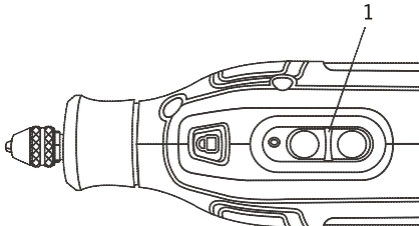

Figure 13
Pour allumer l'interrupteur (1), faites-le glisser vers l'avant (figure 13). Pour éteindre l'interrupteur, faites-le glisser vers l'arrière de l'outil.